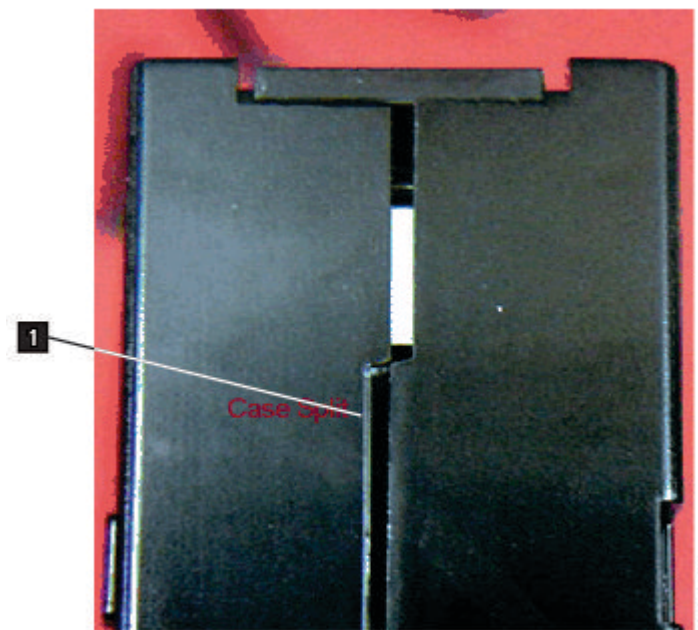

Figura 91. Comprobación de huecos en las juntas de un cartucho
- Revise la parte posterior del cartucho (la parte que se carga primero en el compartimento de carga de cintas) y asegúrese de que no hay huecos en la junta de la carcasa del cartucho. . Si aparece un hueco en la junta (consulte Figura 91), es posible que la patilla guía esté desenganchada.